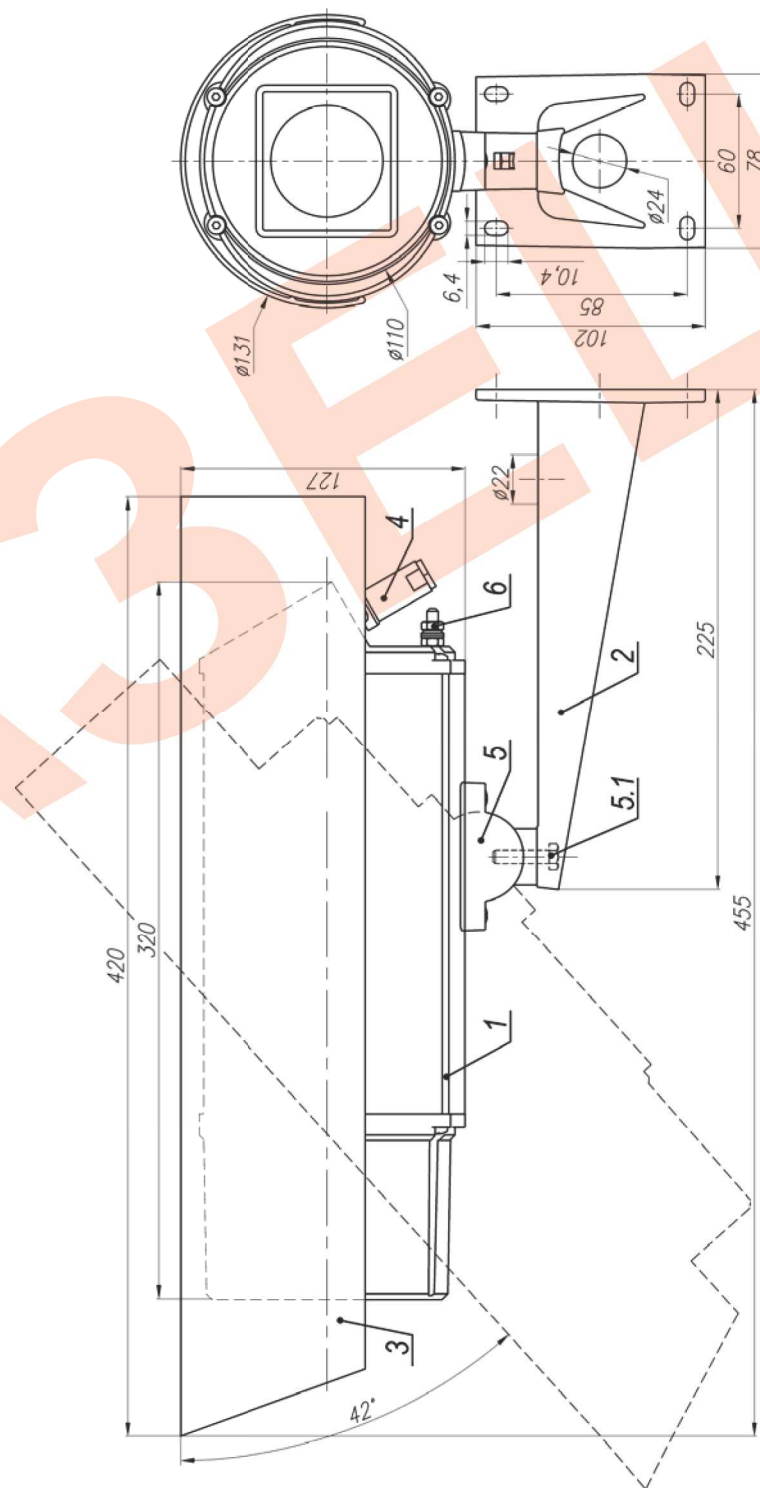

Рис.1 Габаритные и установочные размеры ТВК-95 IP
3. Ослабив болт фиксации шарнира (поз.5.1 рис.1), установить гермобок на нужное направление обзора, после чего надежно зафиксировать шарнир затянув болт.
4. Заземлить гермобок с помощью болта заземления (поз.6 рис.1).
Состав изделия: (см. рис.1)